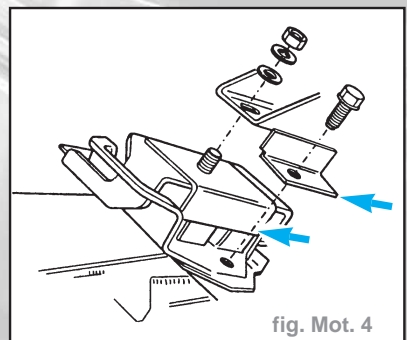

fig. Mot. 4
- Fixer les supports moteur aux blocs moteurs (serrage à **5 daN.m**), s'assurer que la protection contre la chaleur (flèche) est correctement placée sur le côté gauche du bloc moteur (fig. Mot. 4).